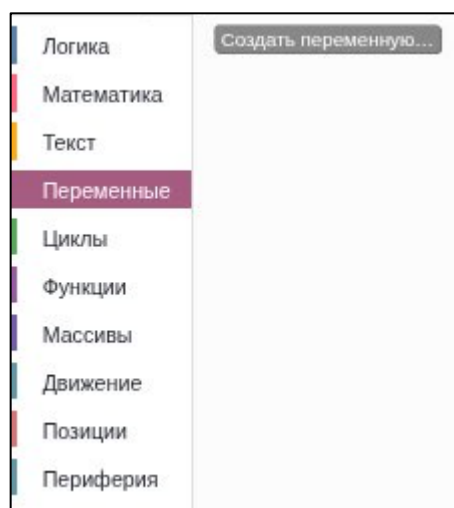

Рисунок II-17 – Раздел «Переменные»
- Раздел «Переменные» – блоки для создания переменных (см. Рисунок II-17).